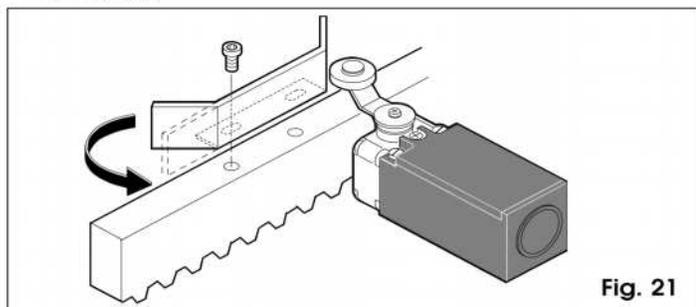

Fig. 21
El operador 884 está provisto de un fin de carrera electromecánico de palanca con rodillo, que manda la parada del movimiento de la cancela en el momento en que una pletina perfilada, fijada en la parte superior de la cremallera, acciona la pletina hasta que interviene el microinterruptor (fig.21).
Nota: las pletinas están preparadas para una posible fijación mediante tornillos (fig.21).
Importante: a) La pletina debe activar el fin de carrera con la parte perfilada, tal y como se muestra en la fig.21.
b) Para evitar que la pletina pueda superar el fin de carrera (frenado largo) se aconseja enderezar la parte perfilada final, como se muestra en la fig.21.
- Abrir la portezuela del cárter de protección mediante la llave triangular que se suministra de serie (ver la fig. 21).